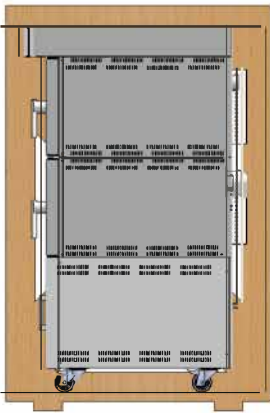
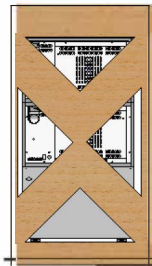

Abbildung 4
Abbildung 5
- (Siehe Abbildung 4 und Abbildung 5)